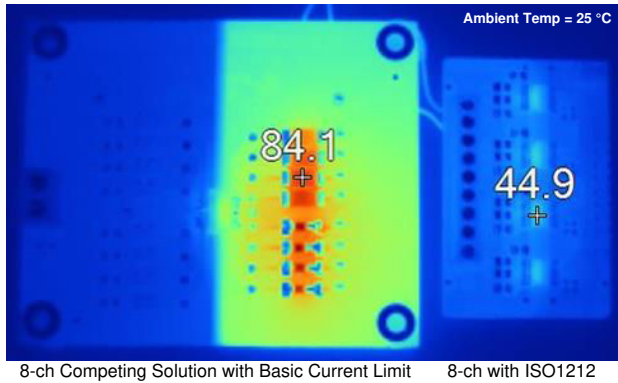

图 3. 电路板温度比较：传统解决方案与 ISO1212 的对比
- 功率损耗更低：**ISO121x 具有的精确电流限制功能可将数字输入中的电流消耗降低最高 5 倍，从而降低功率损耗和电路板温度。如图 3 所示，在室温测试过程中使用传统解决方案，电路板温度可升至最高 84°C，而使用基于 ISO121x 的解决方案，电路板温度显著降低至 45°C。